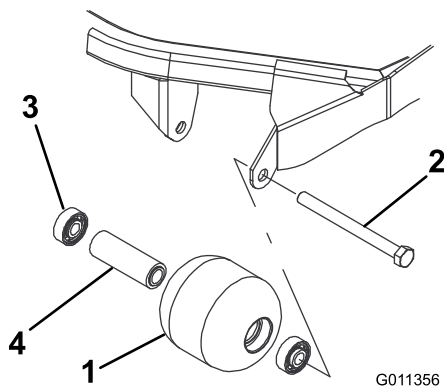

Figure 65
1. Retirez le boulon de fixation du galet (Figure 65).
4. Vérifiez l'état du logement de roulements, des roulements et de l'entretoise de roulements (Figure 65). Remplacez les composants endommagés et procédez au remontage.
1. Enfoncez le premier roulement dans le logement à la presse (Figure 65). Exercez la pression uniquement sur la bague extérieure ou uniformément sur les bagues intérieure et extérieure.
2. Insérez l'entretoise (Figure 65).
3. Enfoncez le second roulement dans le logement (Figure 65) en exerçant une pression uniforme sur les bagues intérieure et extérieure jusqu'à ce que la bague intérieure rejoigne l'entretoise.